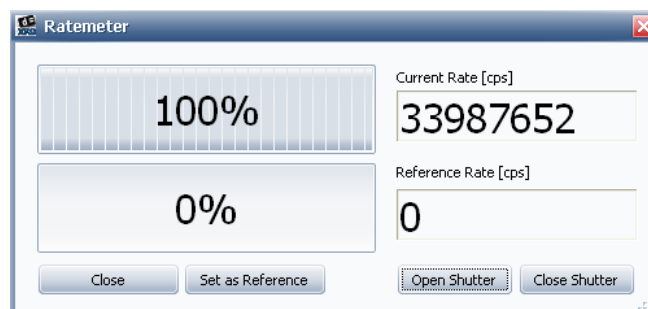
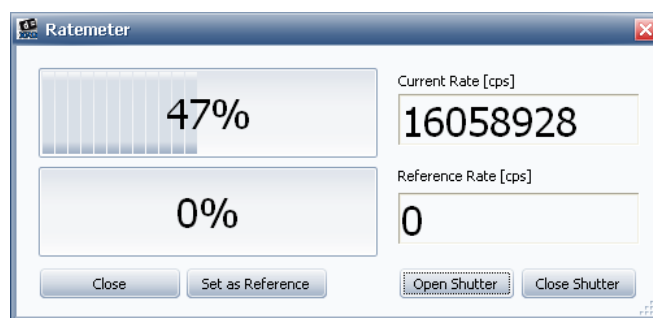

图 6-8
图 6-9
- (6) 光管和探测器都放到零，打开Ratemeter，然后调节样品高度，直到强度变成最大强度的一半（图 6-8，图 6-9）。